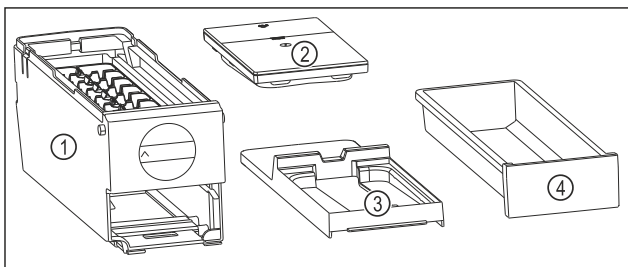

Fig. 93 Sastavni dijelovi sustava EasyTwist-Ice
- ▷ EasyTwist-Ice je rastavljen u četiri dijela. (pogledajte Fig. 93)
- ▶ Sustav EasyTwist-Ice rastavite samo u dijelove prikazane slikom. (pogledajte Fig. 93)
- ▶ Tijelo sustava EasyTwist-Ice Fig. 93 (1) čistite kao cjelinu.